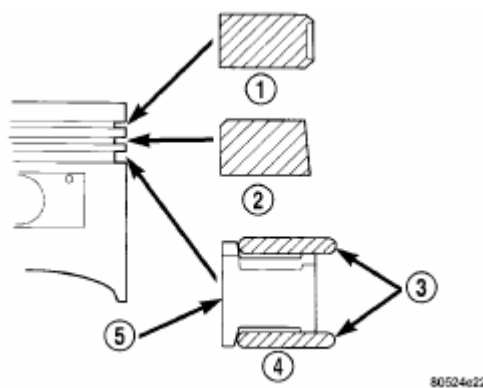

Рис. 68. Установка поршневых колец.
(1) Установить кольца, заводской маркировкой вверх, к верхней части поршня (Рис.68).